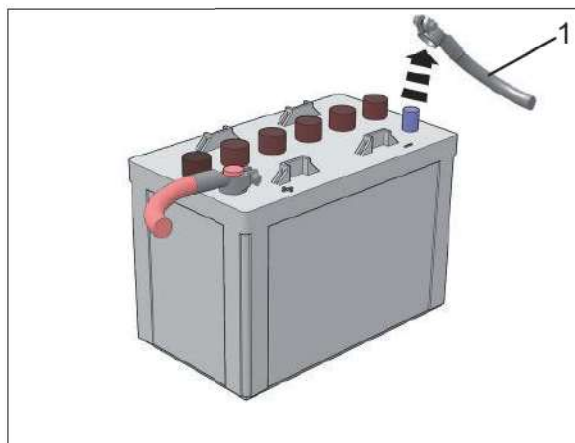

Figure 6.8 - De minpool van de accu verwijderen
1. Ontkoppel de minpool van de accu, zie item 1, afb. 6.8.
10. Sluit de minpool van de accu weer aan, zie item 1, afb. 6.8.